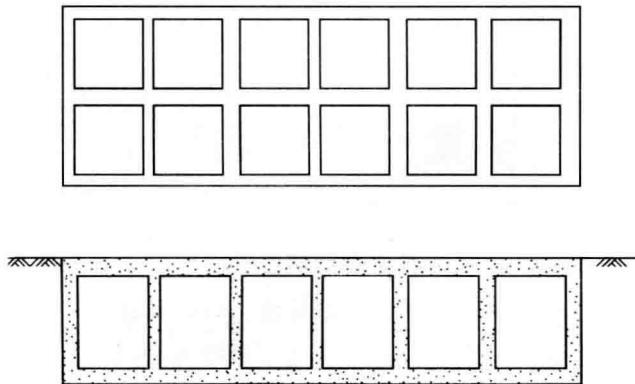

图 1-16 箱形基础图
实例 箱形基础图（图 1-16）
- (1) 高层建筑由于建筑功能与结构受力等要求，可以采用箱形基础。
- (2) 箱形基础是由钢筋混凝土底板、顶板和足够数量的纵横交错的内外墙组成的空间结构，图 1-16 所示，如一块巨大的空心厚板，使箱形基础具有比筏板基础大得多的空间刚度，用于抵抗地基或荷载分布不均匀引起的差异沉降，以及避免上部结构产生过大的次应力。